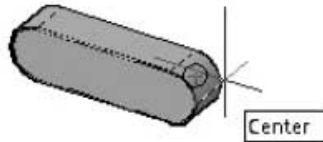

Рис. 12.51. Выбор базовой точки на шпонке
3. Укажите базовую точку с привязкой Центр (Center) — центр дуги окружности нижнего основания (рис. 12.51).